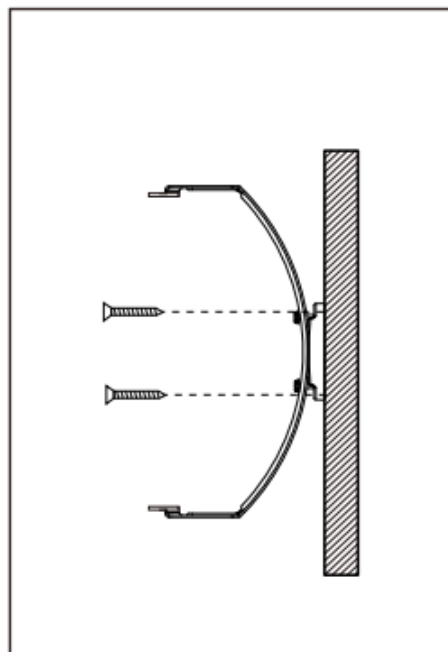

Рис.2
- 2) Установите кронштейн с помощью крепежа(в комплект поставки не входят) как показано на Рис.2. Используйте крепёж в зависимости от материала поверхности, на которую будет производиться монтаж.